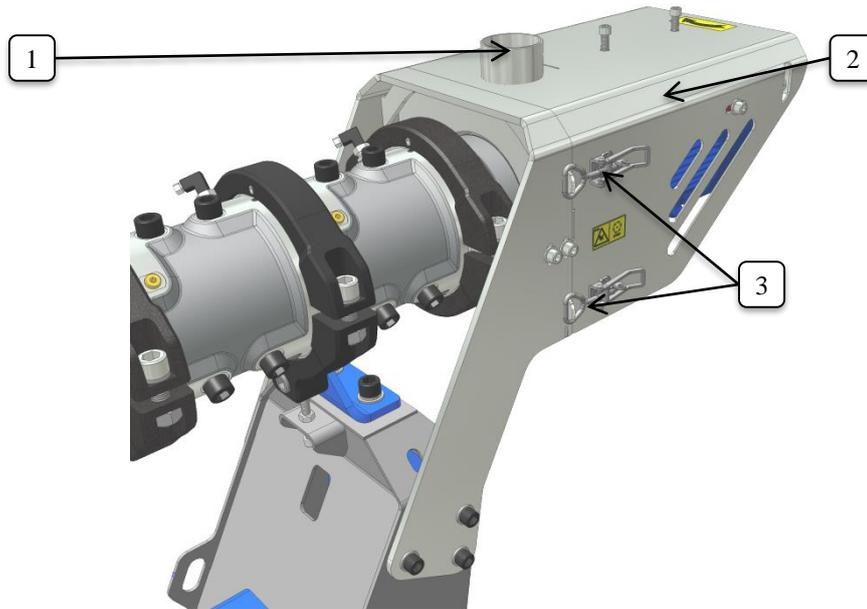

Figure 17 - Extrudatschnitteinrichtung
- Kontrollieren Sie, ob ausreichend freier Platz vor den Ausgangsdüsen des Extrudats ist, stehen Sie nicht in Ausgangsrichtung des Extrudats! Entsichern Sie die Klammer der Schnitteinrichtung und öffnen Sie die Schnitteinrichtung, siehe Abbildung 17. Schalten Sie den Hauptschalter des Verteilers und warten Sie auf die Anzeige des Bedienungsmenüs.